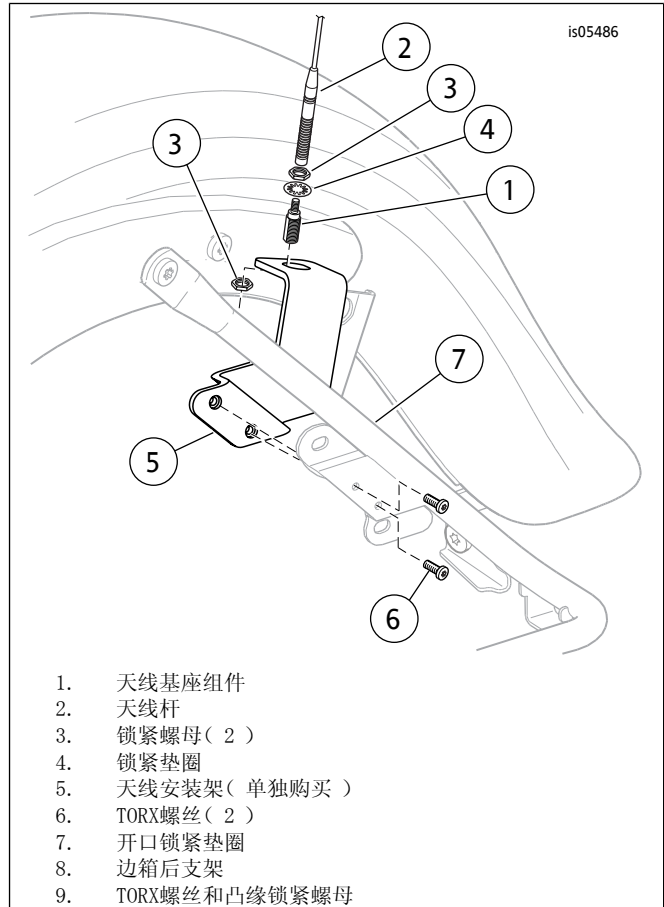

图2。天线安装架
d. 参见图2。使用五金件(之前拆下)安装天线支架(单独购买)。